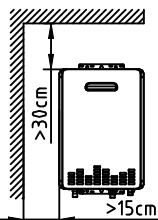

图3
■ 热水器的上方不得有电力明线、电器设备、燃气管道，下方不能设置燃气具，与电器设备的水平距离应大于40cm。热水器不得安装在排气扇、抽油烟机排气口的下方。热水器与可燃物品应保持不小于15cm的距离，挥发性可燃物品需远离热水器，例如汽油、柴油、酒精等。如下图3所示。